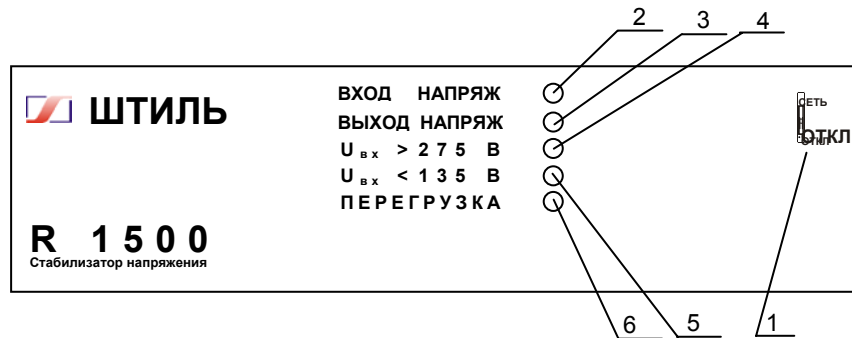

Рисунок 4.1 Передняя панель стабилизатора
На передней панели (рисунок 4.1) расположены выключатель - автомат СЕТЬ (1) и индикаторы: ВХОД НАПРЯЖ (2), ВЫХОД НАПРЯЖ (3), «Увх>275В» (4), «Увх<135В» (5), ПЕРЕГРУЗКА (6).